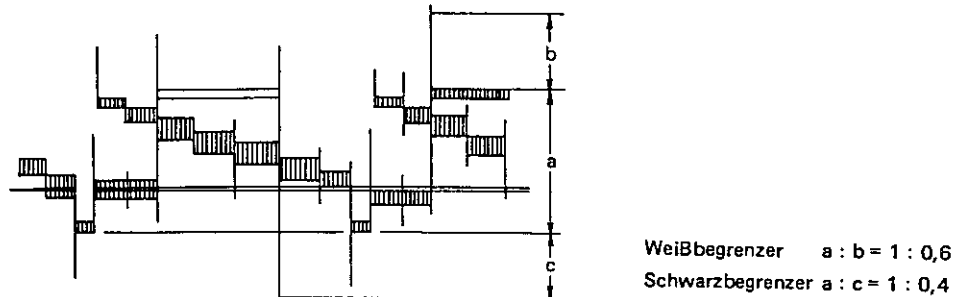

Abb. 3-9
3. VR203 (Weißbegrenzer) und VR202 (Schwarzbegrenzer) auf der Y/A-Schaltplatine so einstellen, daß das Überschwingen an den positiven Kanten (weiß) und das Unterschwingen an den negativen Kanten (schwarz) 60% bzw. 40% des normalen Signalpegels entsprechend Abb. 3-9 betragen.